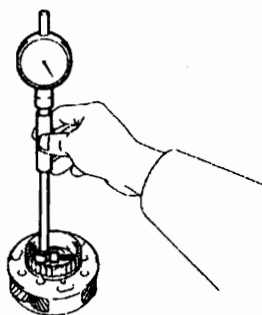

图 12-1-33
②如图 12-1-33 所示, 用百分表测量前行星齿轮衬套内径, 最大内径为 57.48mm。若内径大于最大值,